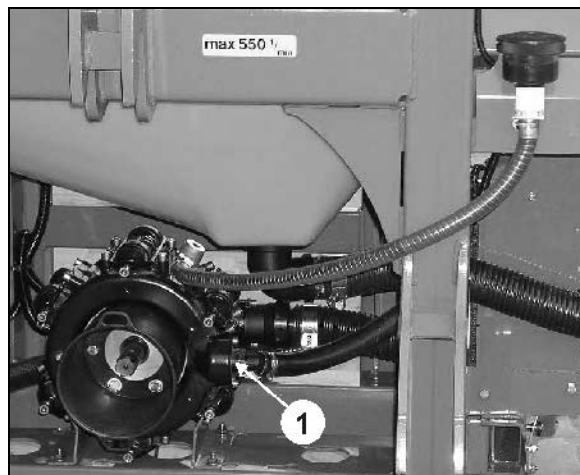

Fig. 111
9. Afmonter pumpens trykslange (Fig. 111/1), så det resterende vand i trykslange og VARIO-skift-trykside kan komme ud.